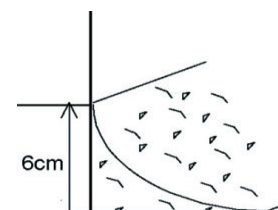

Fig. 4
6. Grusvall på insidan av poolen (bild 4)